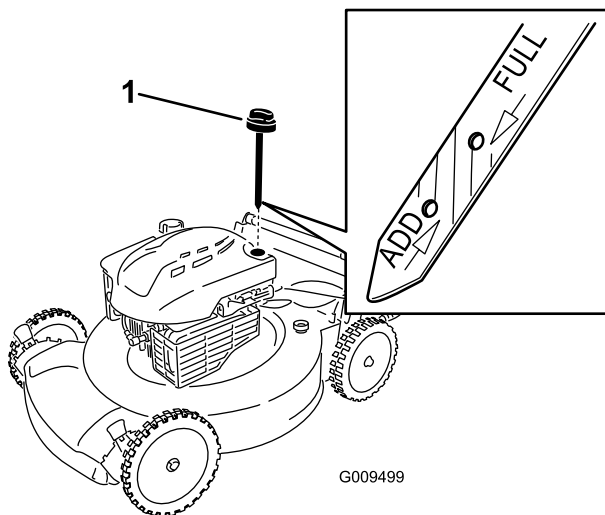

Рисунок 25
3. Извлеките масломерный щуп (Рисунок 25).
10. Определите уровень масла по отметкам на щупе (Рисунок 25).